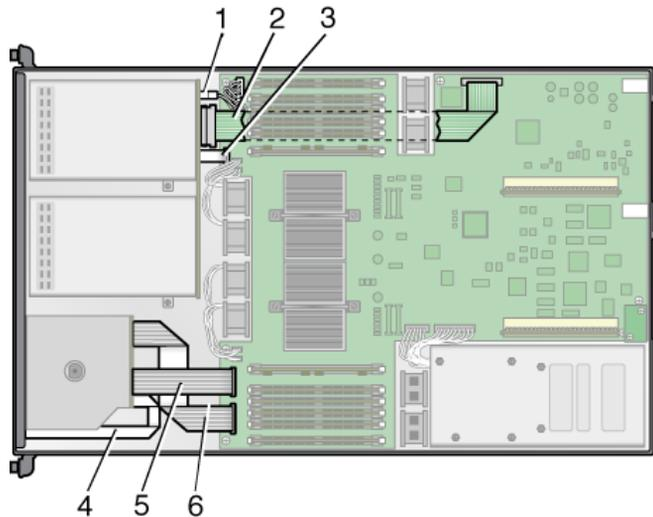

FIGURE 3-27 Câbles système dans un serveur Sun Fire V20z
2. Identifiez le câble à remplacer (voir emplacement sur la FIGURE 3-27).